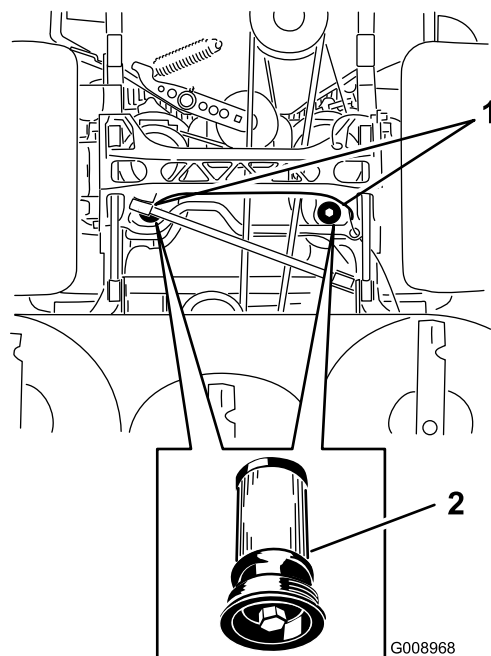

Figure 93
5. Placez un bac de vidange sous le filtre, retirez le filtre usagé et essuyez la surface (Figure 93).
6. Appliquez une fine couche d'huile hydraulique sur le joint en caoutchouc du filtre de rechange (Figure 93).